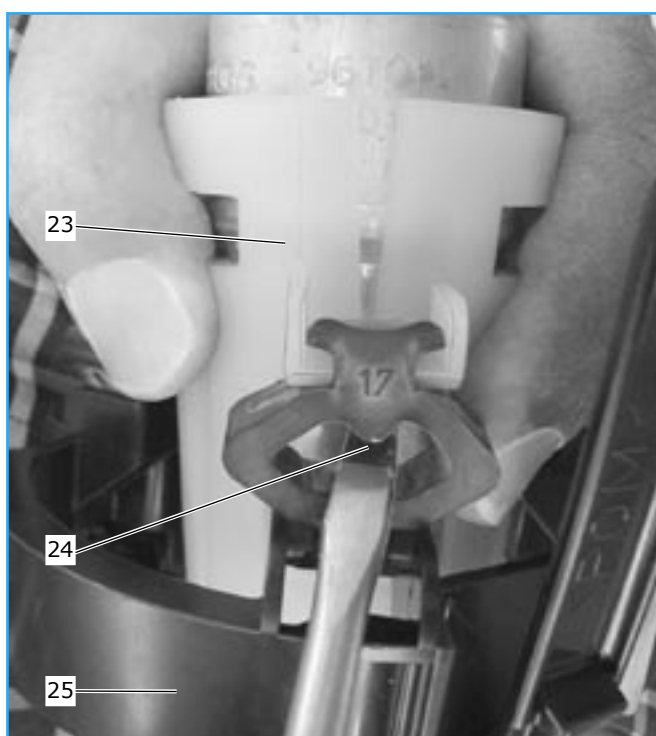

Fig. 7
- Estrarre la parte superiore dei 3 ammortizzatori in gomma (24) dalla bussola facendo leva con un cacciavite. A tal fine premere dalla parte posteriore verso l'alto la cavità triangolare (vedi fig. 7).
- Estrarre dal supporto (25) verso l'alto la pompa insieme alla bussola (23).
- La pompa è bloccata nella bussola da una staffa di sicurezza (22) (vedi fig. 7). Rimuovere la staffa (22).